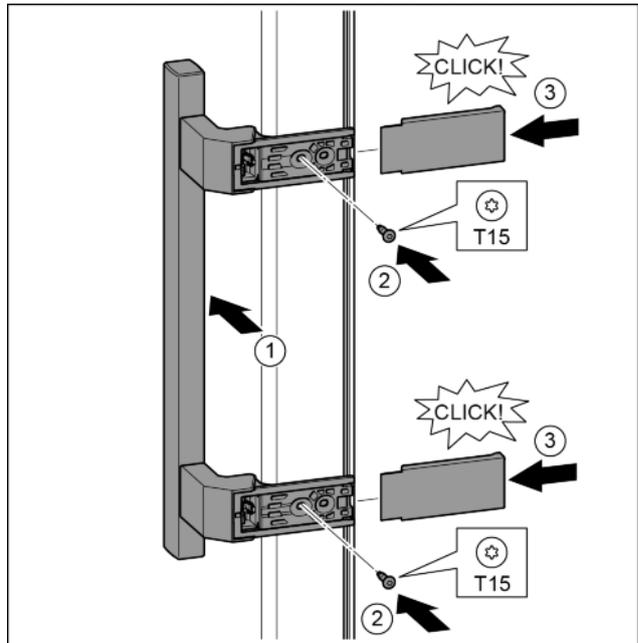

Fig. 37
- ▶ Applicare la maniglia sul lato opposto. *Fig. 37 (1)*
- ▶ Serrare le viti con il cacciavite T15. *Fig. 37 (2)*
- ▶ Applicare le coperture lateralmente e inserirle spingendo. *Fig. 37 (3)*